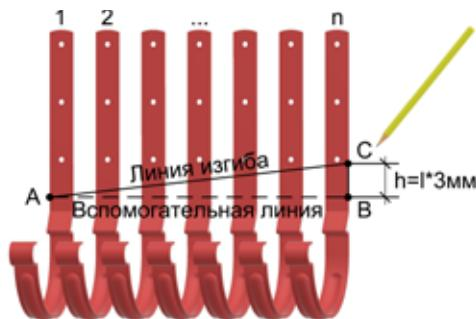

Рис. 4 Разметка кронштейнов для последующего изгибания.
4.1.2 Затем следует уложить и выровнять пронумерованные кронштейны. От предварительно найденной точки А необходимо провести перпендикуляр и получить точку В (вспомогательная линия АВ на рис. 4). Далее от точки В следует отложить величину равную расстоянию на карнизе свесе между первым и последним кронштейном в метрах * 3 мм. То есть, если расстояние между кронштейнами 5 м, то $5*3=15$ мм. Таким образом получается точка С. Затем необходимо соединить точки А и С. Полученный отрезок и есть линия изгиба.